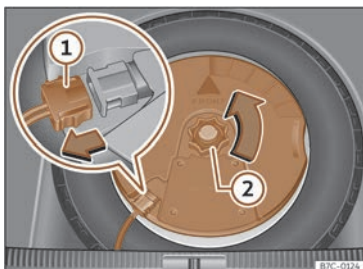

Abb. 239 Im Gepäckraum: Subwoofer ausbauen.
- Ziehen Sie das Subwoofer-Lautsprecherkabel heraus >>> (Abb. 239) ①.
- Drehen Sie das Befestigungshandrad entgegen dem Uhrzeigersinn heraus >>> (Abb. 239) ②.